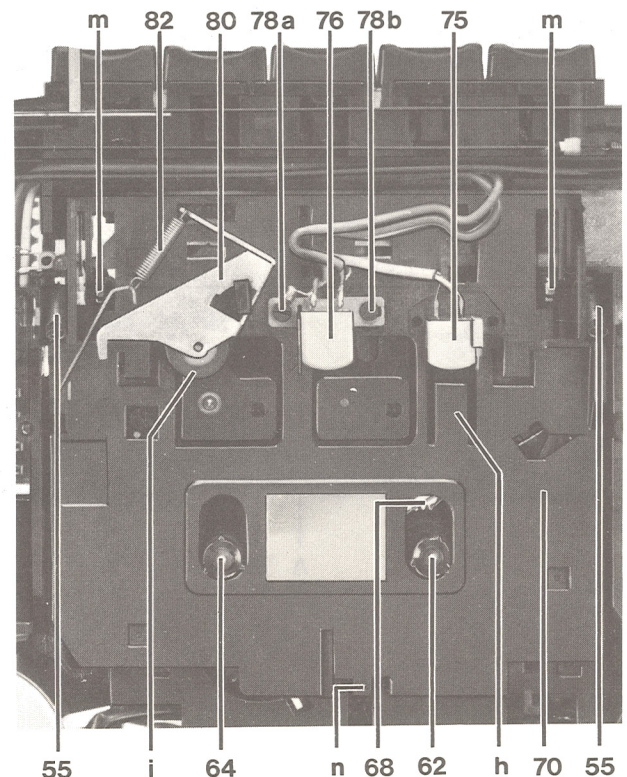

Bild 8
10. Kopfwechsel (Bild 8)
15. Schlitten ausbauen (Bild 8)
- Wird dieser Wert nicht erreicht, ist die Grundbremsfeder 68 (Bild 8) zu wechseln.
17. Andruckrollenhebel (Bild 8)